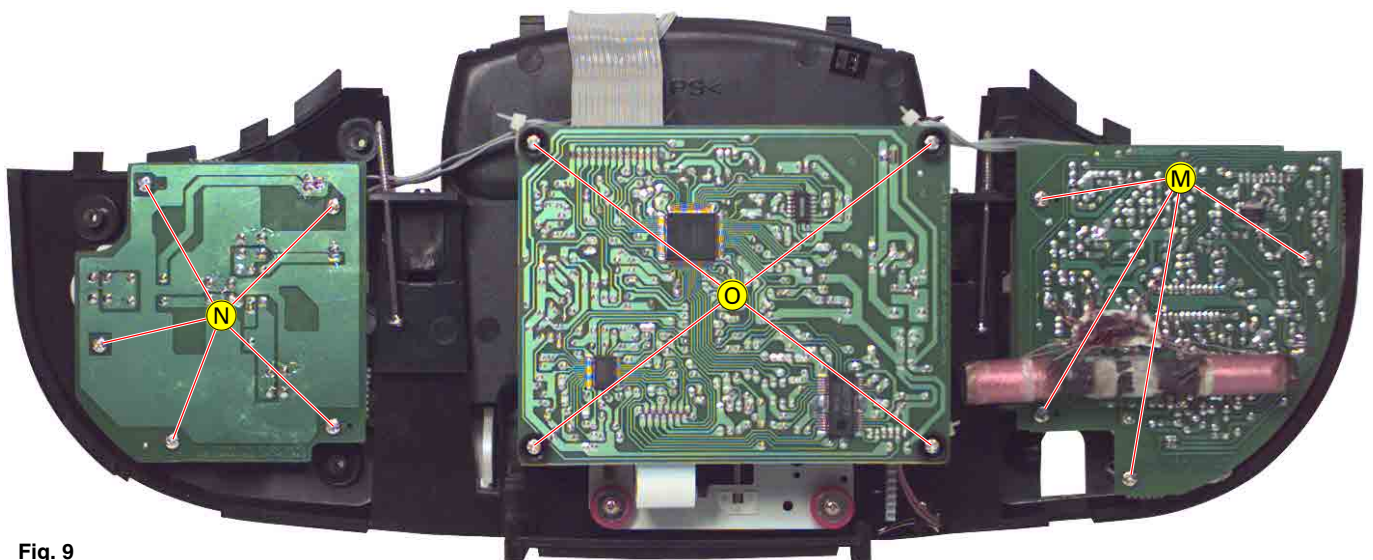

Fig. 9
- 4 Schrauben (M) (Fig. 9) herauserschrauben.
- 5 Schrauben (N) (Fig. 9) herauserschrauben.
- Undo 4 screws (M) (Fig. 9).
- Undo 5 screws (N) (Fig. 9).
- 4 Schrauben (Ⓞ) (Fig. 9) herausschrauben.
- Undo 4 screws (Ⓞ) (Fig. 9).